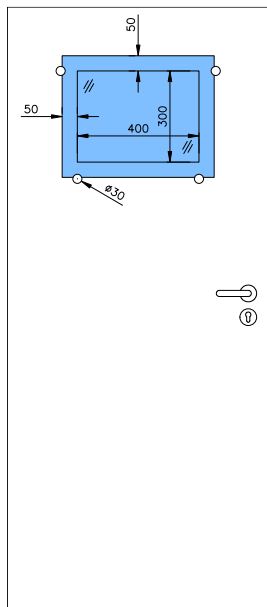

Abb. 2: Sprechverglasung auf Türblatt
Die Montageposition erhalten Sie, wenn sie die Bohrung auf die nach unten verlängerten (gedachten) Ausschnittlinie gemäß Abb. 2 legen.
Die Montageposition erhalten Sie, wenn sie die Bohrung auf die zur Friesseite verlängerten (gedachten) Ausschnittlinie gemäß Abb. 2 legen.
- 5.) Lösen Sie die Deckscheibe (1) des Halters. Kontrollieren Sie die Bohrung des Halters und übertragen Sie das Maß auf das Türblatt.
- 6.) Bohren Sie nun mit einem entsprechenden Bohrer die Löcher für die von Ihnen gewählte Holzschraube vor. (gem. Abb. 2 sind 4 Bohrungen zu setzen)
- 7.) Die Halter (2) können nun mit Holzschrauben (3) am Türblatt angeschraubt werden. Auf die richtige Länge der Schrauben ist zu achten.
- 9.) Drehen Sie nun die Deckelteile (1) der Halter (2) auf und ziehen Sie diese bis zum gewünschten Anpressdruck an. Bitte beachten Sie die nachfolgenden Hinweise.